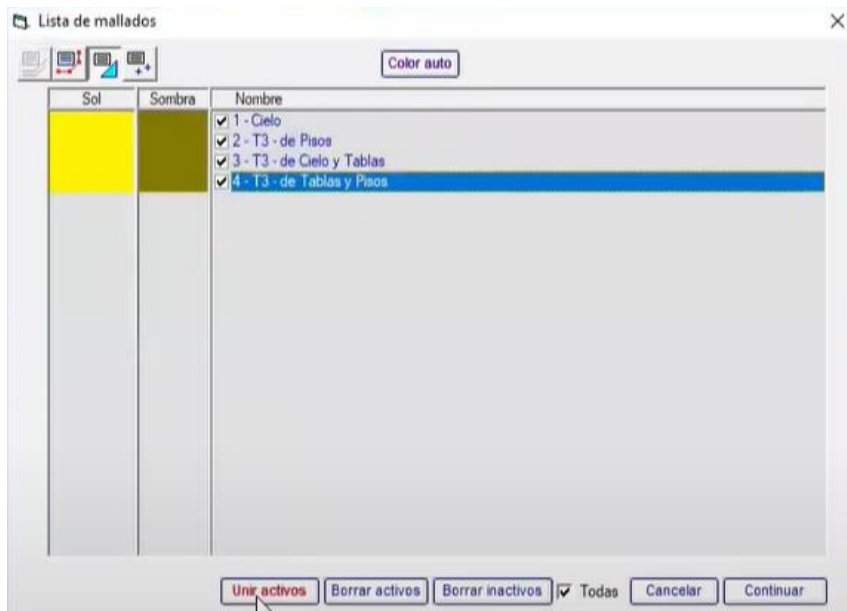

Figura 484. Unir activos.
56. Para tener un enmallado sólido, abrir la lista de T3 activos y presionar clic en el botón “Unir activos”. Figura 484.